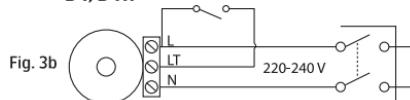

Fig. 4
- Elektrisk tilslutning skal udføres af en autoriseret installatør i henhold til tilslutningsoversigten, Fig. 3a - 3b. Sørg for, at ca. 25 cm kabel er tilgængelig fra kabelindgangen, så tilslutning senere kan foretages. Tilslutningspunkterne fremgår af Fig 4. Hullet til strømindtaget er stanset ud og dækket af tynd plast, som penetreres.